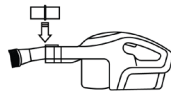

рис. 4
1. Установите переходник для насадок во всасывающее отверстие. Прикрепите желаемую насадку (рис. 4). Для удлинения: во всасывающее отверстие установите трубу, затем переходник для насадок и по выбору - желаемую насадку.